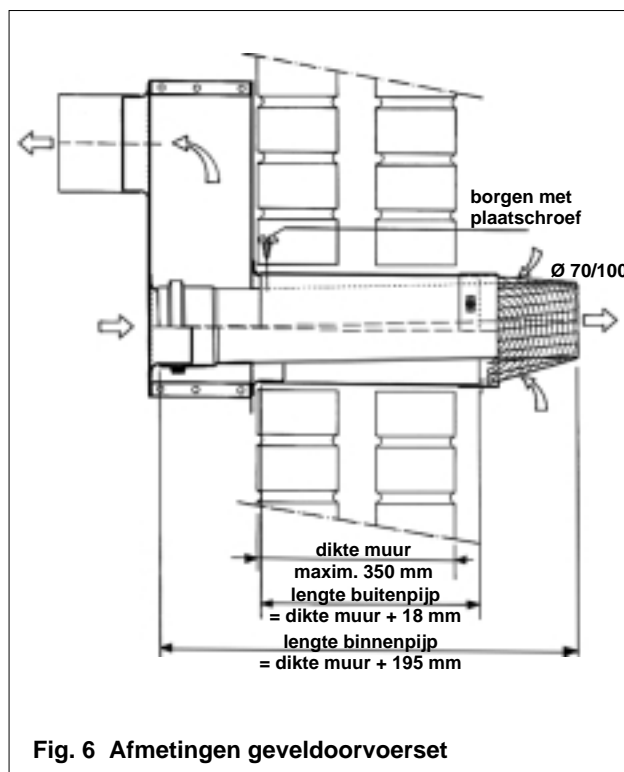

Fig. 6 Afmetingen geveldoorvoerset
MONTAGE VAN HET FRAME MET GEVELDOORVOER (zie fig. 6 + 7)
6. Meet de muurdikte (max.350 mm) (zie fig. 6).